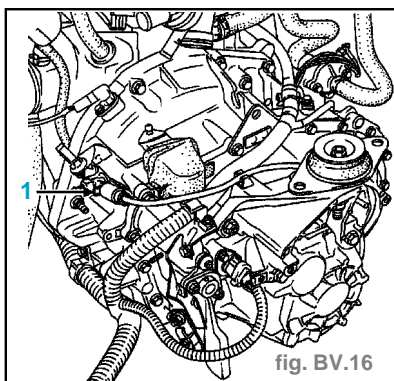

fig. BV. 16
- Déclipser le tuyau d'embrayage sur le purgeur (1). (fig. BV. 16)